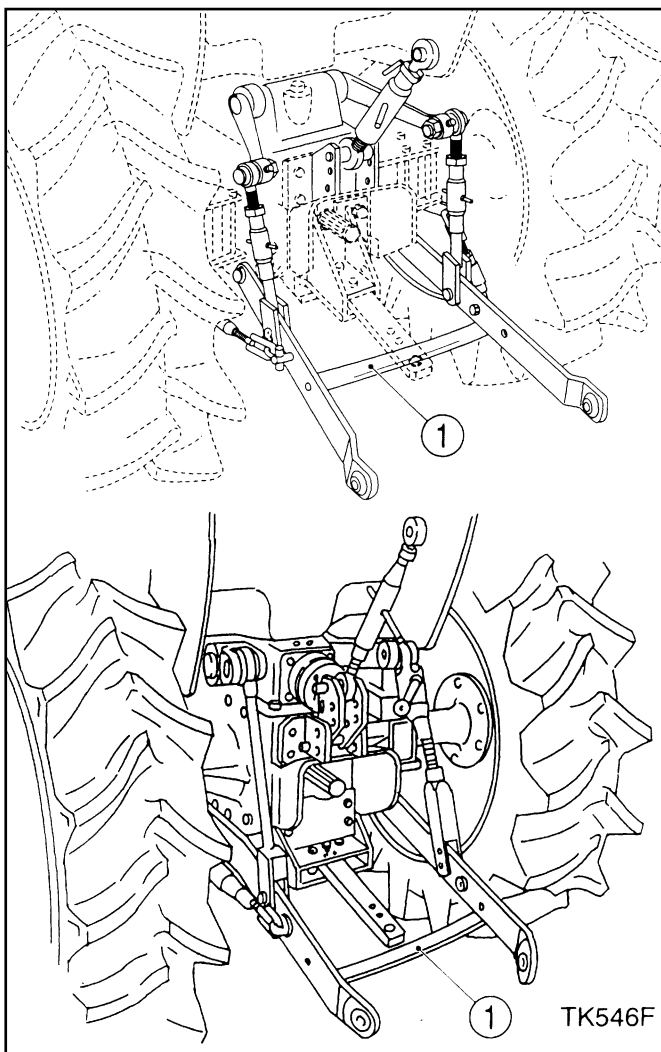

FIG. 67 / ABB. 67 / FIG. 67
Déconnectez les raccords inférieurs des goupilles de l'accessoire. Veillez à ce que les raccords inférieurs soient interconnectés par la courroie en caoutchouc (1) (voir Fig. 67) afin d'éviter qu'ils ne touchent les pneus.
Die unteren Lenker von den Tragzapfen des Anbaugeräts lösen. Dann unbedingt die beiden Lenker mit dem Verbindungsriemen (1) in Abb. 67 verbinden, damit sie beim Fahren nicht gegen die Reifen schlagen können.
Maak de hefarmen los van de pennen in het werktuig. Maak de hefarmen aan elkaar vast (1) in Fig.67 om te vermijden dat ze tussen de achterwielen raken. Neem plaats in de bestuurderszetel, start de motor en rij de tractor weg van het werktuig.